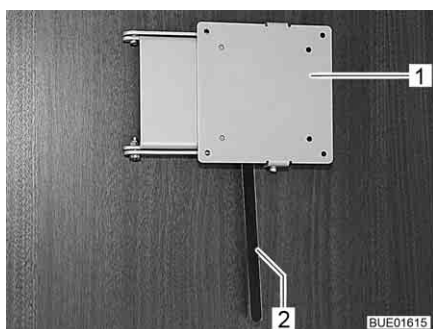

Bild 76 Fäste med låsspak
- Tryck låsspaken (Bild 76,2) åt sidan och sväng fästet (Bild 76,1) med den platta bildskärmen till önskat läge.
- Vrid tillbaka den platta bildskärmen tills fästet (Bild 76,1) hakar fast i låset.